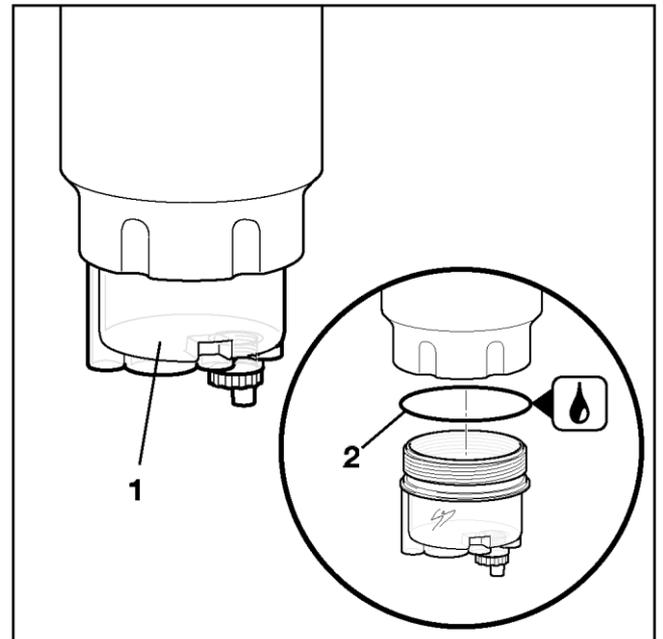

Fig. 5 Changement du collecteur d'eau
- Dévisser le collecteur (pos. 1, Fig. 5) avec l'outil de montage compris dans la fourniture du nouveau collecteur.
- Huiler le joint (pos. 2, Fig. 5) situé sur le collecteur d'eau avec quelques gouttes d'huile.
- Quand le collecteur d'eau doit de nouveau être utilisé, le dévisser (voir aussi le chapitre 5.3) et vérifier qu'il ne soit pas endommagé. Huiler le nouveau joint torique (est joint au nouveau filtre interchangeable) avec quelques gouttes d'huile (pos. 2, Fig. 5).